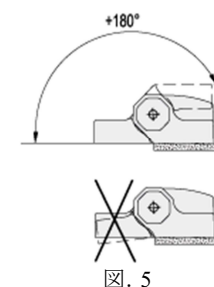

図. 5
- ・SWEFH ヒンジの旋回角度($0 \sim 180^\circ$)を超えないように、メカ式ストッパーなどを別途設置して頂くことを推奨します。〈図.5 参照〉